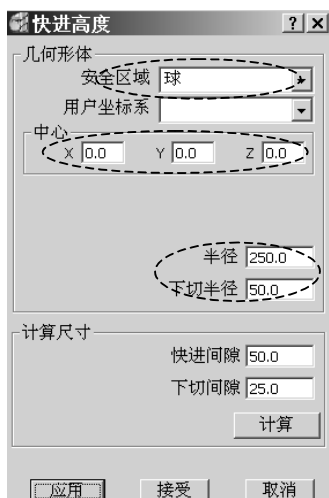
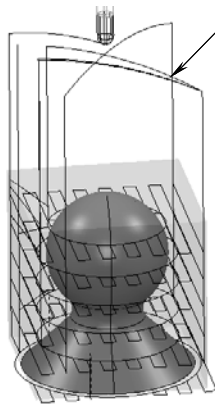

图 2-31 球参数设置
图 2-32 球快进刀具路径
3) 在“快进高度”表格中, 设置安全区域为球, 其余参数按图 2-31 所示设置 (设置完成后不要关闭该表格), 系统计算出图 2-32 所示刀具路径。